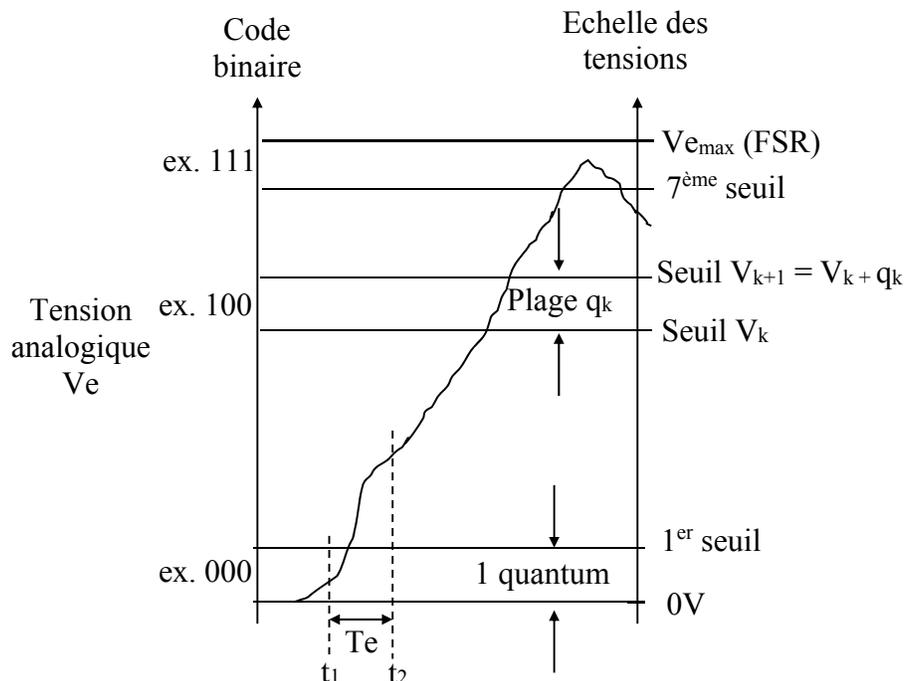

Figure 13 : Illustration du problème lié à la correspondance tension \rightarrow code ($N_0 = 3$ bits)
- **Erreur de quantification :** Toutes les tensions tombant dans une même plage se voient attribuer le même code (Cf figure 13). Disposant seulement du code, on est alors incapable de retrouver la valeur exacte de la tension correspondant à ce dernier. Si la fréquence d'échantillonnage est très grande (théoriquement infinie), on attribue généralement au code une valeur égale au milieu de la plage q_k . L'erreur dite de quantification, commise dans le pire cas, est alors de $\pm q/2$.